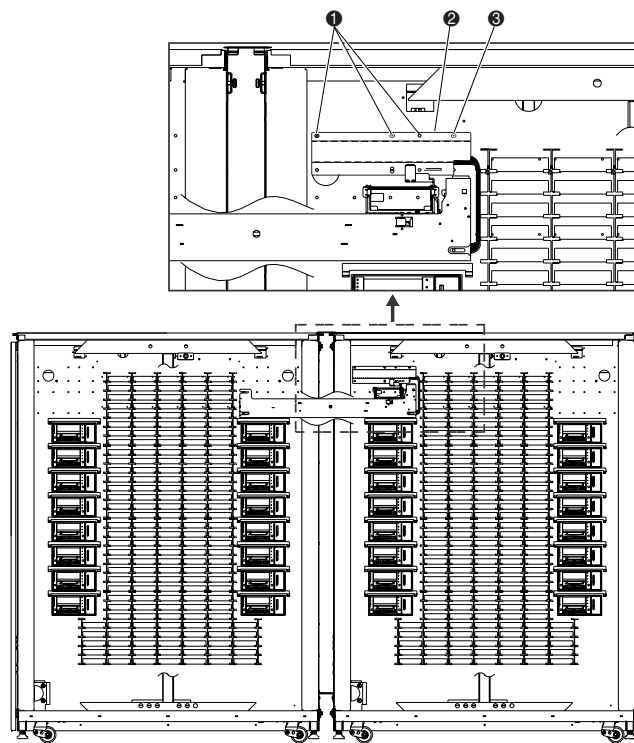

Figure 2-11. Cache du câble du PTM
13. Pour la librairie ESL9326, rattachez le cache du câble du PTM (Référence 6312061), avec quatre vis (réf. 0905057), à la paroi du bac pour couvrir le câble et le trou de câble (voir la Figure 2-11). Resserrez les vis à une valeur de couple de $3,4 \pm 0,34$ Nm.